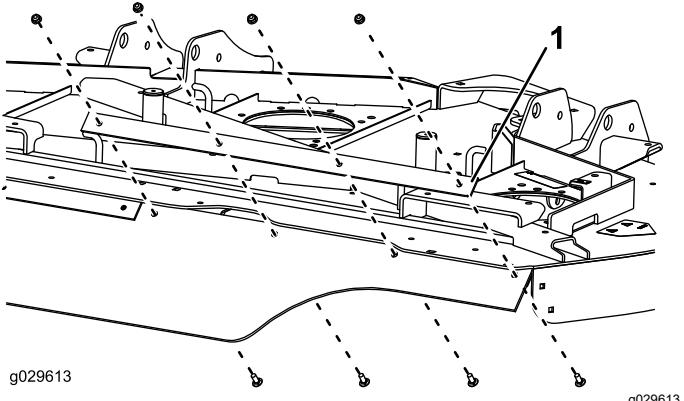

Figura 11
5. Monte provisionalmente una pletina de refuerzo y el extremo derecho (cuadrado) del deflector en la cámara derecha con 4 pernos de cuello cuadrado (5/16" x 7/8") y 4 tuercas (5/16"), según se muestra en Figura 11.